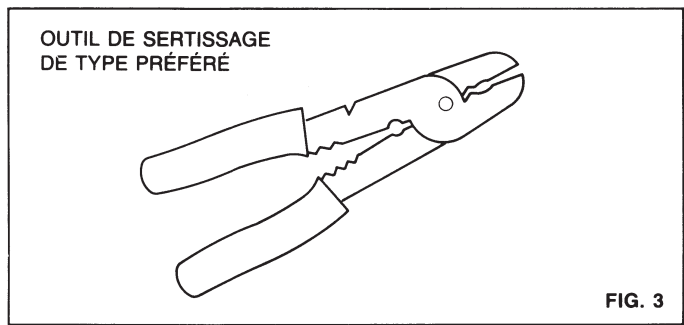

FIG. 3
3) Prenez l'outil de sertissage de type préféré (figure 3) et sertissez les connecteurs sur les fils dénudés en veillant à bien enfoncer les fils dans les connecteurs avant de les serrer.